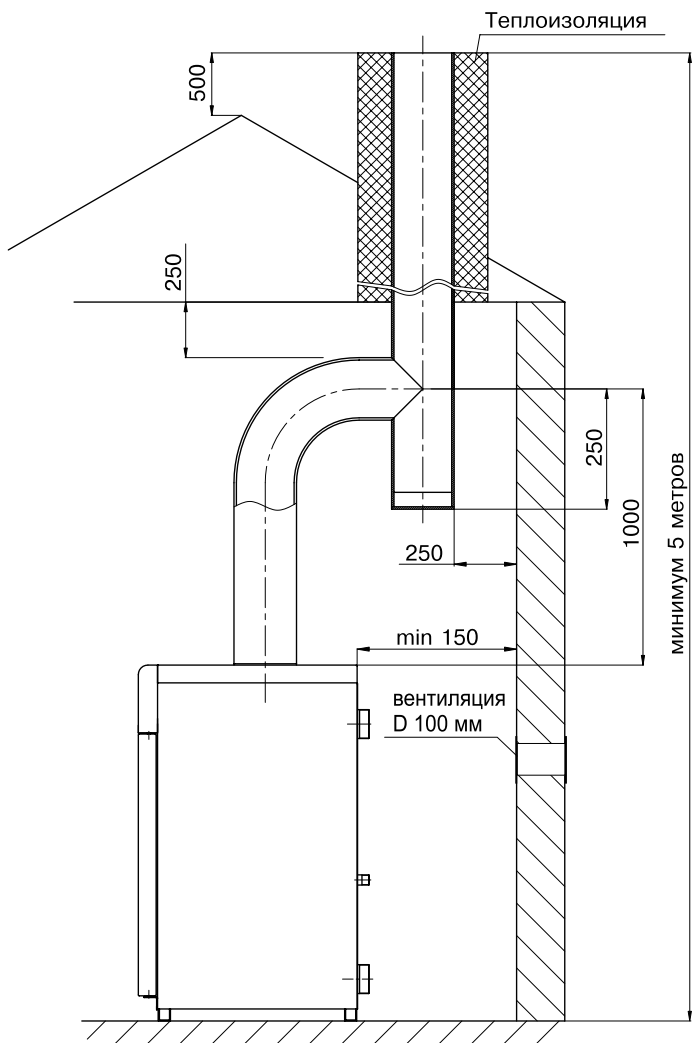

Рис. 4.
- 6.11. Устройство дымохода, к которому подключается котел, должно соответствовать СП42-101-2003 «Общие положения по проектированию и строительству газораспределительных систем» (см. рис. 4).